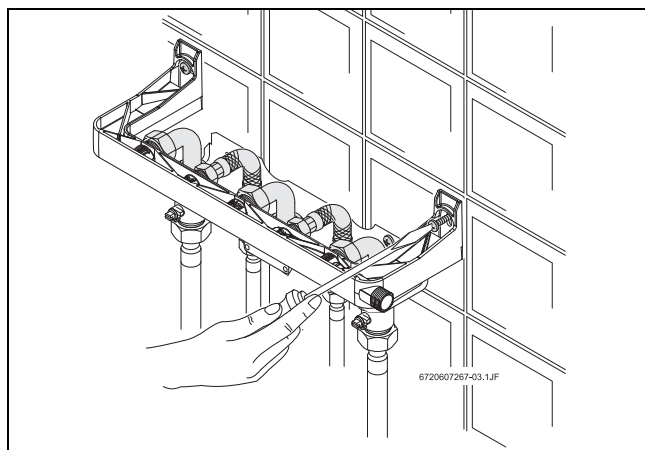

Рис. 19 Фиксация установочного комплекта
- Прикрутить шаблон к стене (рис. 19).